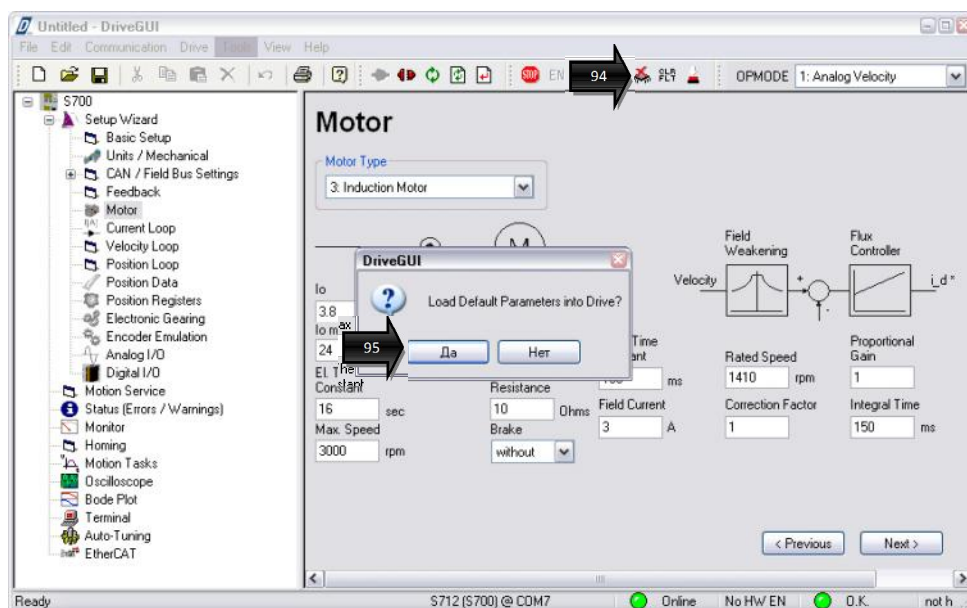

Рисунок 35 – Установка заводских параметров
6.3 Установка заводских исходных данных осуществляется нажатием иконки  в верхнем меню «DriveGUI», при этом выдаётся соответствующее предупреждение. Для установки заводских параметров нажмите кнопку  (рис. 35).